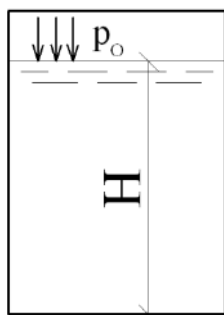

Рис. 3.1
**Задача 2.** Замкнутый сосуд заполнен жидкостью при температуре  $t \text{ } ^\circ\text{C}$ . Определить абсолютное, а также избыточное или вакуумметрическое давления в точке на дне сосуда, если давление на свободной поверхности жидкости  $p_0$ , а высота слоя жидкости в сосуде равна  $H$ . Исходные данные приведены на рис. 3.1, в табл.